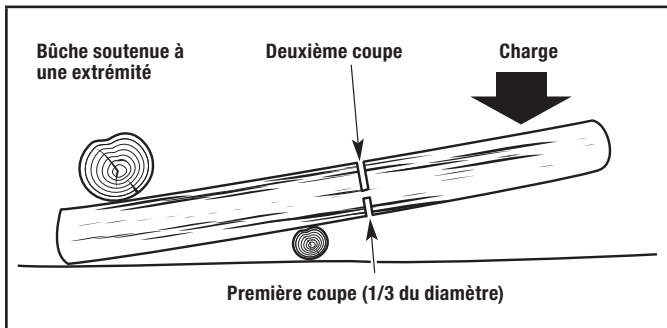

Figure 16
- 1a. Si la bûche est supportée à une extrémité (Fig. 16), faites la première coupe par le dessous. Reportez-vous à la section Coupe par le dessous.